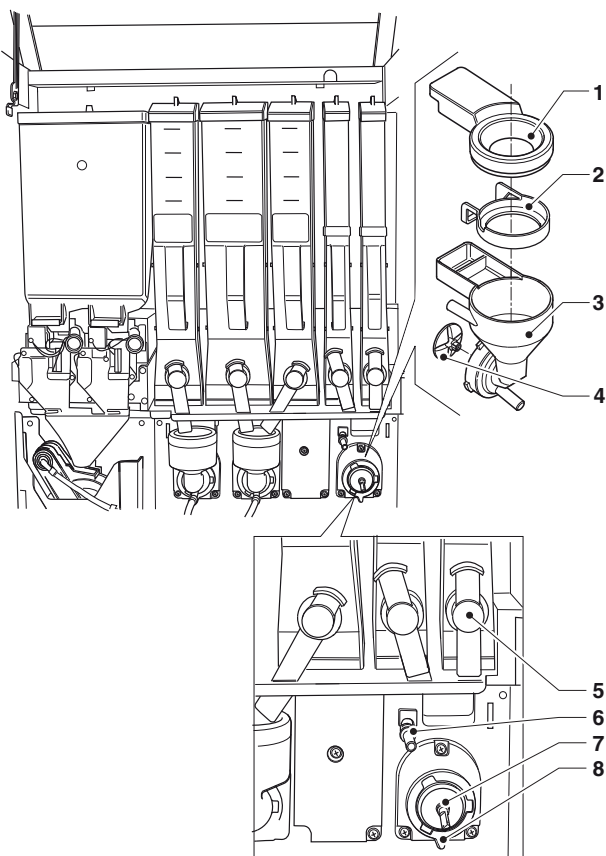

Fig. 28
- per smontare le ventoline è sufficiente bloccare esercitare una leggera trazione per liberarle (vedi fig. 28);
- Verificare che il labbro di tenuta della guarnizione premistoppa non sia lacerato e non abbia perso di elasticità; per inserirla posizionare la guarnizione appena oltre lo scarico dell'albero. Inserendo a fondo la ventolina, la guarnizione premistoppa assumerà la corretta posizione (vedi fig 28).